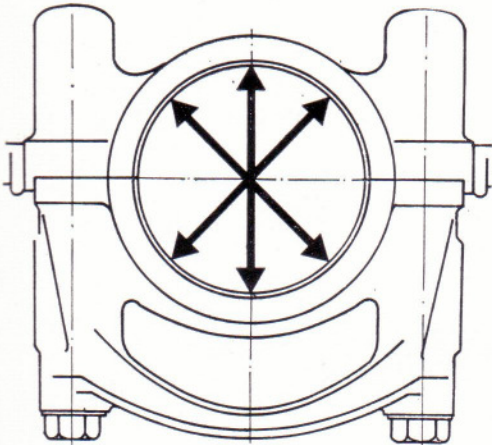

Bild 61
- Hauptlager mit bzw. ohne Halblagerschalen vermessen (Bild 61).